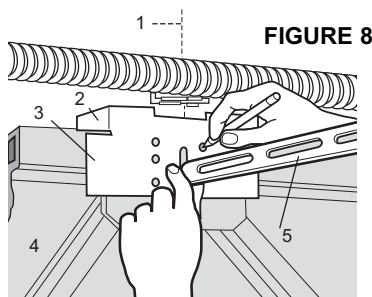
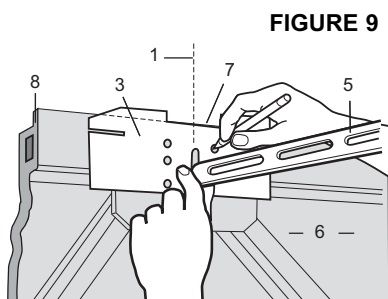

FIGURE 8
FIGURE 9
- Faites reposer le bas des languettes sur le sommet de la porte comme indiqué sur la figure 8 (pour les portes ne comportant pas de lèvre inférieure). Ceci fournit un positionnement vertical correct pour les trous.
- Dans le cas d'une porte avec lèvre inférieure, comme indiqué sur la figure 9, *ne pliez pas* les languettes sur le modèle. Alignez plutôt la ligne horizontale en pointillé sur le sommet de la lèvre inférieure. Ceci permet un positionnement vertical correct des trous.
- Positionnez le modèle horizontalement pour faire correspondre les lignes médianes de la cornière d'en-tête avec le modèle. (Reportez-vous soit à la figure 8, soit à la figure 9 en fonction de votre style de porte).